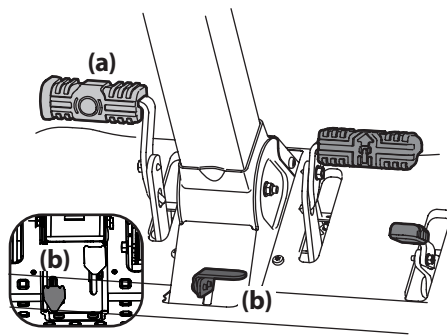

Figura 3-3
2. Ponga el freno de mano oprimiendo hacia adelante el pedal de freno (a), luego oprima la palanca de control de cruceo/freno de mano (b) y posteriormente suelte el pedal del freno (a). Consulte la Figura 3-3.
2. Active el freno de estacionamiento presionando hacia adelante el pedal de freno (a), luego presione la palanca de freno de estacionamiento / control de cruceo (b) y luego suelte el pedal de freno (a). Referirse a Figura 3-3.